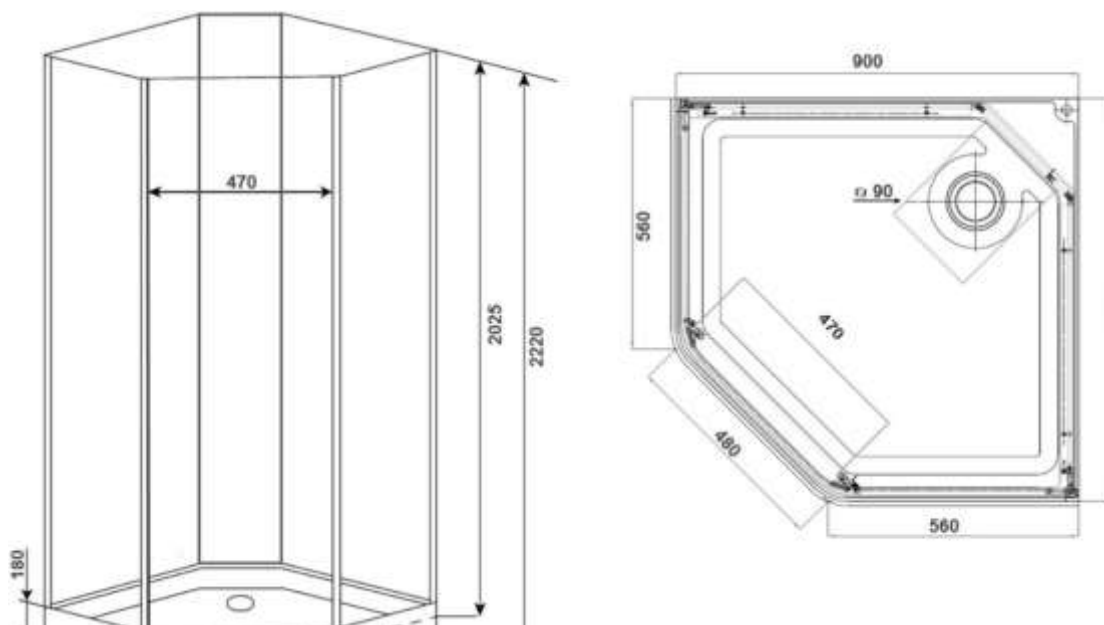

Рисунок 15.1 – Эскиз душевой кабины
Задание: Запроектировать в разделе Сборка душевую кабину с подачей холодной и горячей воды и канализационным выходом, см. рис.15.1. Дать марку модели оборудования, прописать материал, заполнить свойства.
3. С помощью элемента Стена замоделировать по предложенным размерам, рис.15.1 стены душевой кабины. Материал принять пластик.